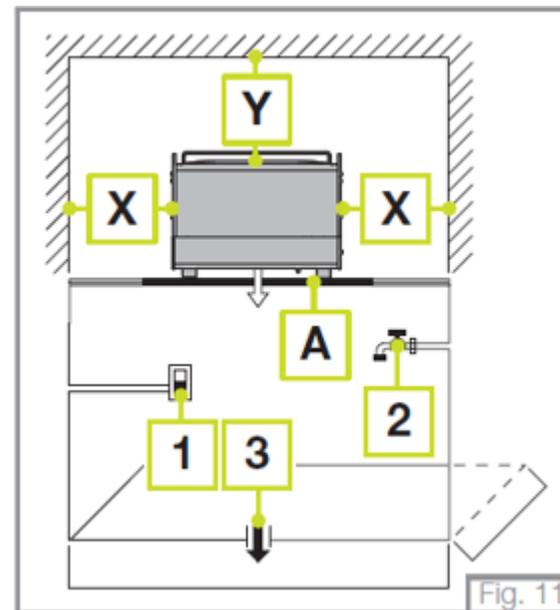

Fig. 11
Es suficiente una apertura de **10 x 10 cm.** en la zona **(A)** señalada en la imagen (Fig.11).
Las distancias de la máquina respecto a las paredes próximas son mínimo 20cm **(X)** (Fig.11) en los laterales, 40cm en la parte superior **(Y)** (Fig. 11), y de 10cm en la parte posterior.
- Entre la red hídrica y el tubo de alimentación de agua del aparato se deberá instalar una llave de paso para poder cerrar el paso de agua en caso de necesidad, de acuerdo a la posición **2** (Fig.11).
- El aparato se suministra sin clavija (enchufe), puesto que está previsto para ser instalado de modo fijo a la alimentación eléctrica, por lo que deberá preverse un interruptor unipolar con apertura de los contactos igual o superior a **3 mm**, como prevén las normas vigentes, señalado en la posición 1 (Fig.11).
- El tubo de descarga del aparato se debe conectar directamente en un adecuado sifón abierto, predispuesto por el cliente, señalado en la posición 3 (Fig.11).